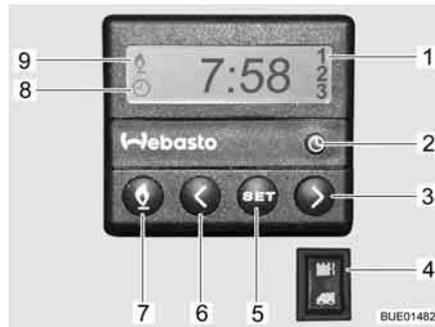

Fig. 120 Centralina di controllo per riscaldamento fisso
- Premere il tasto (Fig. 120,7). Il funzionamento del riscaldamento viene indicato con il simbolo (Fig. 120,9). La ventola viene inserita solo quando la temperatura dell'acqua di raffreddamento è pari a 30 °C.
- Premere il tasto (Fig. 120,7). Il simbolo (Fig. 120,9) si spegne.
- Premere l'interruttore (Fig. 120,4) in alto. Il motore viene preriscaldato. La ventola viene inserita immediatamente.
- Premere l'interruttore (Fig. 120,4) in basso. Il motore rimane freddo.
- Premere il tasto (Fig. 120,2). L'impostazione dell'ora viene indicata con il simbolo (Fig. 120,8).
- Impostare l'ora con i tasti (Fig. 120,3 e 6).
- Premere il tasto (Fig. 120,5).
- Impostare l'orario di accensione con i tasti (Fig. 120,3 e 6) entro 10 secondi.
- Premere il tasto (Fig. 120,5) fino a che nel display (Fig. 120,1) non appare il numero di programmazione desiderato.